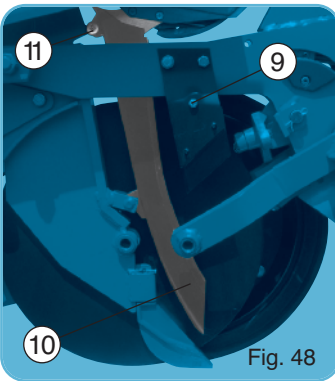
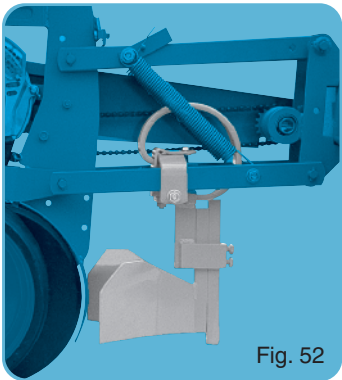

Fig. 48
Fig. 52
Avant toute nouvelle campagne et même en cours de campagne, vérifier l'état des goulottes de descente ⑩ : de leur bon état dépendra la régularité du semis. Ne pas hésiter à les remplacer si elles sont usées ou détériorées. Pour les démonter, retirer l'axe ⑪ après avoir enlevé une des roues jauge et un disque ouvreur (fig. 48). Le rôle des chasse-mottes ⑫ est de dégager la surface du sol et non de creuser un sillon, celui du couette est de fendre les sols durs et d'écarter les cailloux de la trace des disques : il faut donc les régler dans ce sens. Leur utilisation sur terrains encombrés de grosses pierres est délicate car ils peuvent provoquer des brouillages et blocages. Il faut dans ce cas leur préférer le montage sur support flexible (fig. 52) très efficace en conditions difficiles.
- Chasse-mottes flexible recommandé pour conditions difficiles (fig. 52).
Adjust the pressure of the scrapers of discs by means of bolts ⑨. Before each new planting season and even during planting, check if the drop tubes ⑩ are in good condition as consistent and regular seeding will depend on this. Do not hesitate to replace them if they are worn or damaged. To replace them, remove shaft ⑪ after removing one of the gauge wheels and one furrow disc opener (fig. 48). The function of clod removers ⑫ is to clear the surface of the soil but not to plow a furrow. One of the coulters is to slice open hard soil and move stones away from the track of the disc opener. They need to be adjusted accordingly. Using them in stony soils may be a problem because they can cause clogging and blocking. In this case it is better to choose an assembly with a flexible support bracket (fig. 52) which is efficient in difficult soil conditions.
- Flexible clod remover (fig. 52) recommended in difficult conditions.
2 задних прикатывающих колеса ⑤ только уплотняют и присыпают бороздки с семенами. Они плавают независимо от рельефа почвы и поэтому не влияют на изменение глубины хода сошника. Их давление на почву регулируется в ручную натяжителем пружин ⑥. Это давление должно быть выбрано, тщательно чтобы обеспечить надлежащий контакт почвы с семенем. Почва должна быть уплотнена по всей длине ряда. Эта установка зависит от типа и влажности почвы. Возможно приспособить ширину 2-х задних уплотняющих колес в соответствии с глубиной посева и установкой винта ⑦. Для новых дисковых сошников, чтобы остаться чистыми от земли надо чтобы 2 копирующие колеса ③ должны касаться их внешней окружности. После запуска сеялки, фабричная сборка может нуждаться в проверке, потому что детали слишком зажаты; это улучшается в процессе работы сеялки, при разборке шарниров ⑧ проверьте свободный ход деталей в ручную. Регулируйте прижатие скребков дисков посредством болтов ⑨. Перед каждым новым сезоном работы и даже в течение работы, проверяйте, находятся ли семяпроводы ⑩ в хорошем состоянии, поскольку последовательный и точный высев будет зависеть от этого. Сразу заменяйте их, если они изношены или повреждены. Чтобы заменить их, удалите шплинт ⑪ после удаления одного из копирующих колес и одного сошникового диска (рис. 48).
Функция комьотвода ⑫ - очистка поверхности почвы, а не вспашка. Комьотводы устанавливаются так чтобы отодвинуть камни от следа сошникового диска. Они должны быть отрегулированы и приспособлены соответственно к условиям работы. Использование их на сильно каменных почвах может стать причиной засорения и блокирования, особенно при малой ширине междурядья. В этом случае лучше выбрать пружинную стойку для комьотводов (рис. 52) который является эффективным в сложных условиях. Стопор ⑬ имеет часть, которая может быть демонтирована и удалена для более широкого диапазона движения.
- Пружинная стойка комьотвода (рис. 52) рекомендуется в трудных условиях.